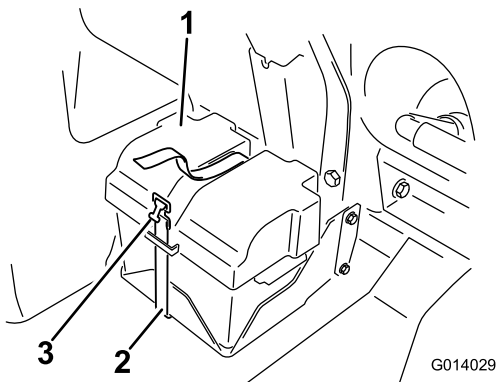
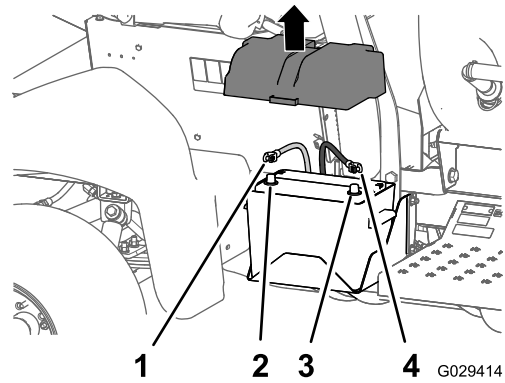

Figure 3
Figure 4
3. Déposez le couvercle de la batterie et débranchez le câble négatif (noir – masse) de la borne de batterie (Figure 3 et Figure 4).
4. Débranchez le câble positif (rouge) de la borne de la batterie (Figure 4).